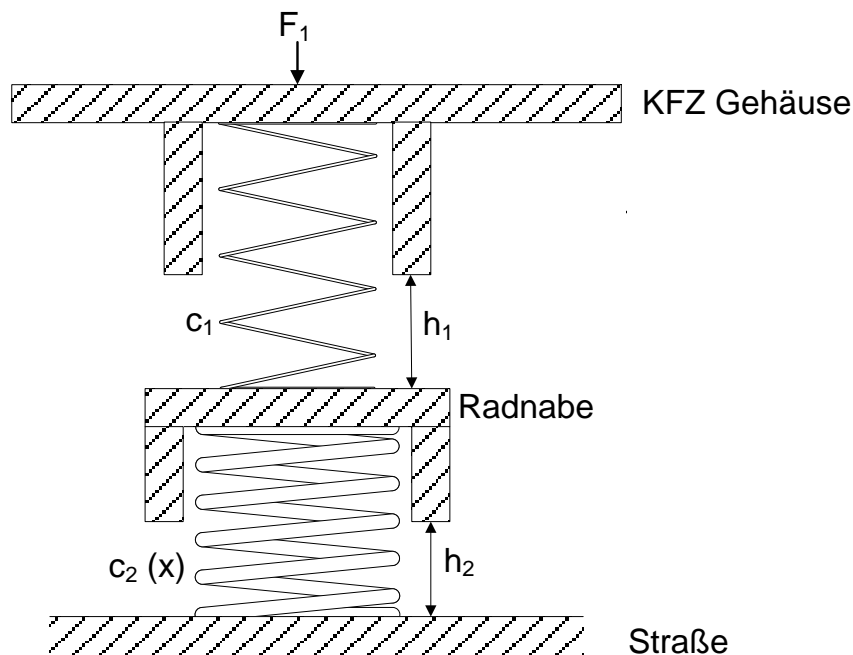

Abbildung 3.3
Die in **Abbildung 3.3** dargestellte Radaufhängung eines Kraftfahrzeugs besteht aus einem Stoßdämpfer, einer Schraubenfeder und einer Radnabe. Es wird angenommen, dass **die Dämpfung vernachlässigt werden kann**.
h) Berechnen Sie die Masse des Gesamtfahrzeugs in **kg**, bei der zusätzliche WFP an der Radaufhängung gebildet werden. Begründen Sie Ihre Antwort anhand von Berechnungen. Markieren Sie diese neuen WFP auf die **Abbildung 3.3**.